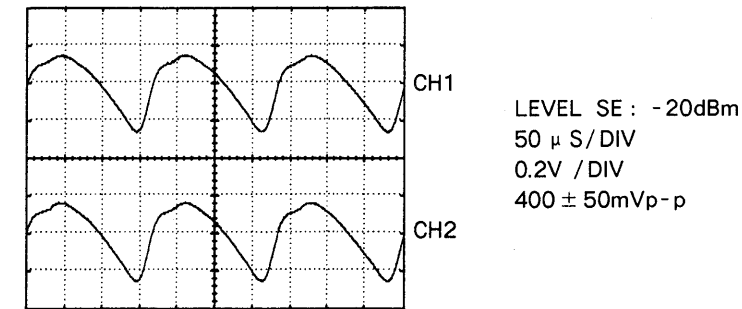

Fig.4 (図4)
- b). Check whether a 6 kHz triangle wave is output when you touch the probe to the measuring device. (see Fig.4)
- b). 測定用治具にプローブをあてた時、三角波 6kHz が出力されているかどうか確認して下さい。(図4参照)